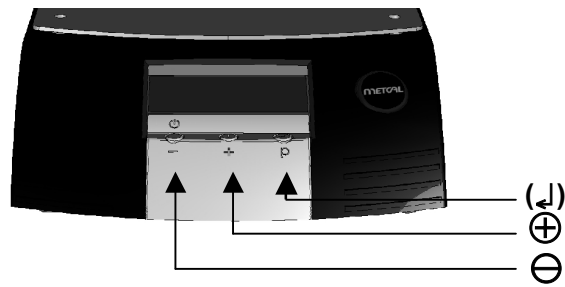

Figure 1 : mode Fonctionnement, avant démarrage du profil
10. Appuyez sur (↓) pour passer au paramètre suivant. Turbo Mode (TM) pour les régions avec <120VCA. Utilisez les boutons ⊕ ou ⊖ pour basculer entre les modes YES et NO, ou appuyez sur (↓) pour quitter ce mode.
11. Une fois les modifications nécessaires apportées, appuyez 3 secondes sur le bouton (↓) pour que l'écran cesse de clignoter. Le profil est alors mémorisé et vous quittez le mode de configuration. (voir la Figure 1 ci-dessus)